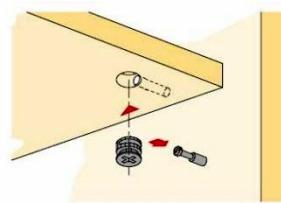

Рис. 2 Схема установки экспандера
- 2.К стойке №2 закрепить полку №3 с помощью стяжки - Е (см. рис. 2);